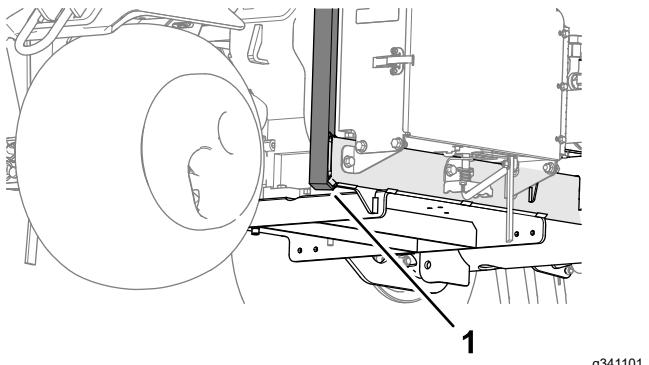

Figura 138
- Coloque el gato firmemente debajo del brazo de soporte de la rueda delantera (Figura 138).